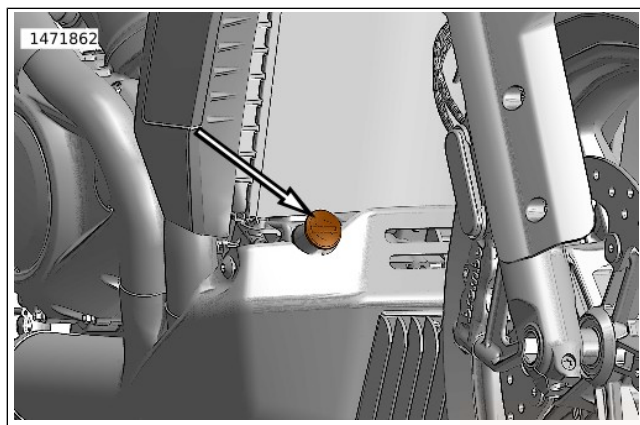

Abbildung 76. Kühlmittel-Einfüllverschlussstopfen/Messstab
3. Kühlmittel-Behälterkappe/Messstab entfernen. Siehe Abbildung 76.
5. Wenn der Stand unter der „MIN“-Linie (1) liegt, GENUINE HARLEY-DAVIDSON EXTENDED LIFE ANTIFREEZE AND COOLANT einfüllen, bis der Flüssigkeitsstand die „MAX“-Linie (2) erreicht.
6. Kühlmittel-Behälterkappe/Messstab anbringen. Siehe Abbildung 76.